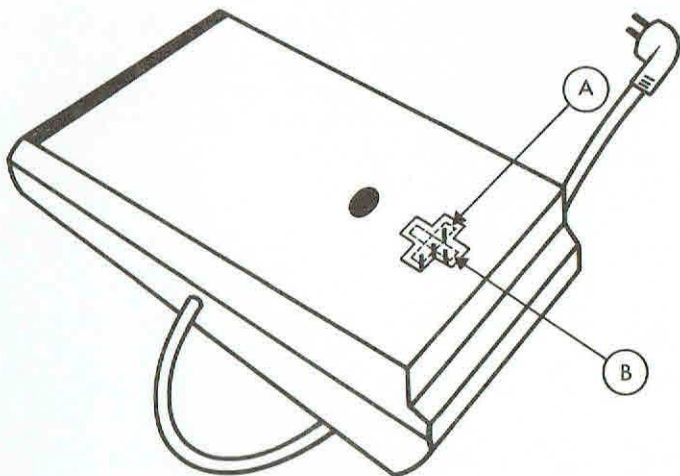

FIG 2 — Alimentation secteur
- Réunir par le cordon trifilaire AG0208 l'alimentation secteur (position (A) FIG. 2) au MX 720 A (prise (9)).
- Les afficheurs s'allument en permanence. Pour la mesure, appuyer sur la touche (14) de la sonde.